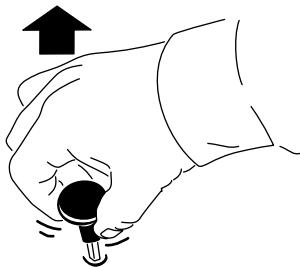

Bild 12
- Ziehen Sie den Schalter (Bild 12) heraus, um die Zapfwelle einzuschalten oder das Anbaugerät zu aktivieren (je nach Einstellung des Anbaugeräts)